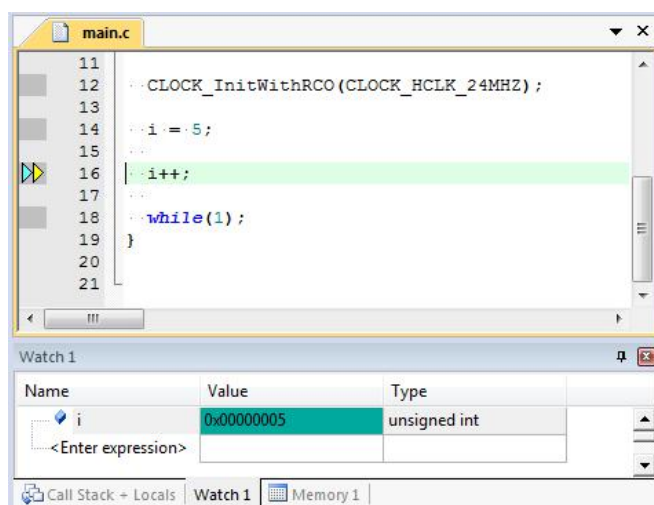

图 3-8: i=5 执行结果
- 第一步：单步执行语句 `i = 5`，执行结果如图 3-8 所示，可以看出变量 i 的值变为 5；